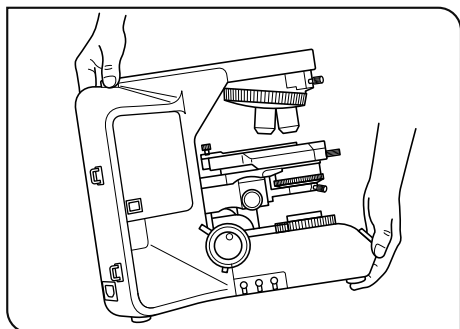

图 2
(图2)
3. 移动显微镜时，先取下镜筒和样品，然后抓住镜臂后面的把手部分和机架前部，小心搬动显微镜，如图2所示。